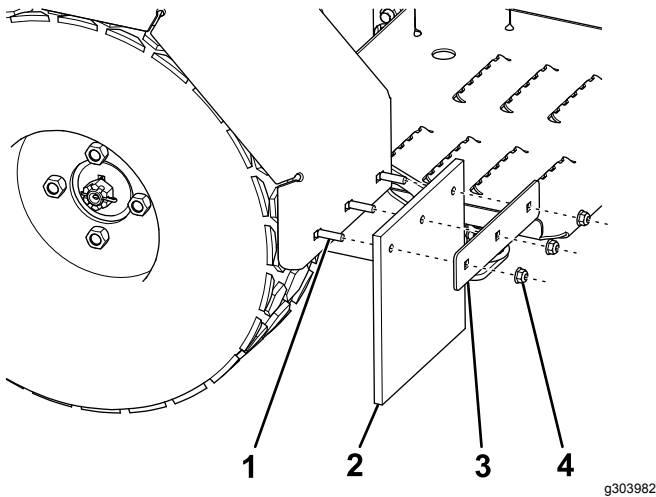

Figure 1
4. Fixez la bavette sur la machine à l'aide de 3 boulons, d'une plaque de maintien et de 3 écrous (Figure 1).